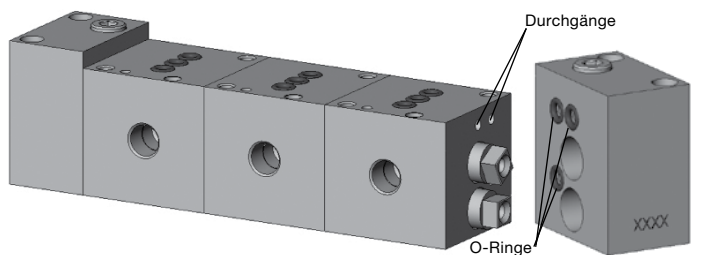

Abb. 3
3. Den Verschraubungskörper festhalten und die Überwurfmutter mit 1 1/4 Umdrehungen auf die 9-Uhr-Position anziehen. *Abb. 3*
5. Einen **rechten Endgrundblock** am Bauteil befestigen, dabei die **O-Ringe** (9-007) des rechten Endgrundblocks mit den Durchgängen am letzten Grundblock ausrichten. Die Einsatzschrauben des rechten Endgrundblocks an den Grundblockeinsätzen mit einem 9/64 Zoll Drehmomentschlüssel durch den Endgrundblock mit einem Drehmoment von 4,0 bis 5,1 N·m (35 bis 45 in·lb) festziehen. Siehe Abb. 3.